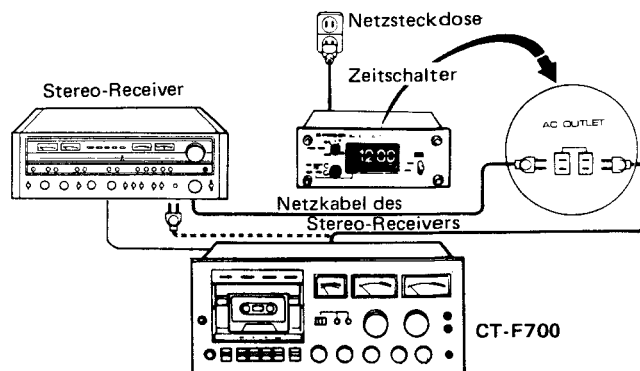

Abb. 8
1. Verbinden Sie das Netzkabel des CT-F700 gemäß Abb. 8 mit dem Zeitschalter. Schließen Sie außerdem das Netzkabel des Receivers (oder Tuners, Verstärkers) an, so daß die Ein/Aus-Funktionen des Receivers durch den Zeitschalter gesteuert werden.
Das Kassettenbandgerät kann für Sie ein Band zu einer gewünschten Zeit automatisch abspielen. Sie können den Zeitschalter so einstellen, daß Sie durch die auf das Band aufgezeichnete Musik anstatt durch einen Wecker geweckt werden. Schließen Sie das CT-F700 gemäß Abb. 8 an und stellen Sie den Zeitschalter so ein, daß die Stromzufuhr zur gewünschten Zeit erfolgt.